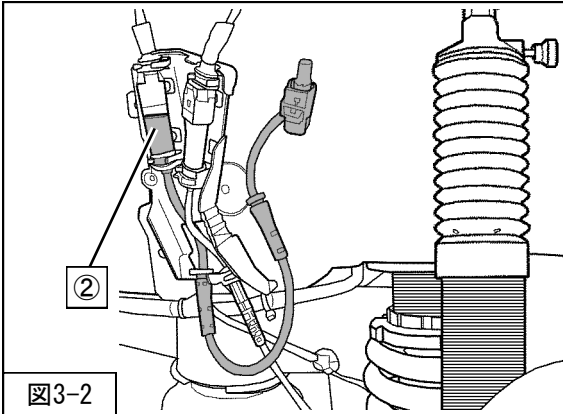

図3-2
4. 純正サスペンションから取外した、②AVSハーネスを取外してください。（図3-2）